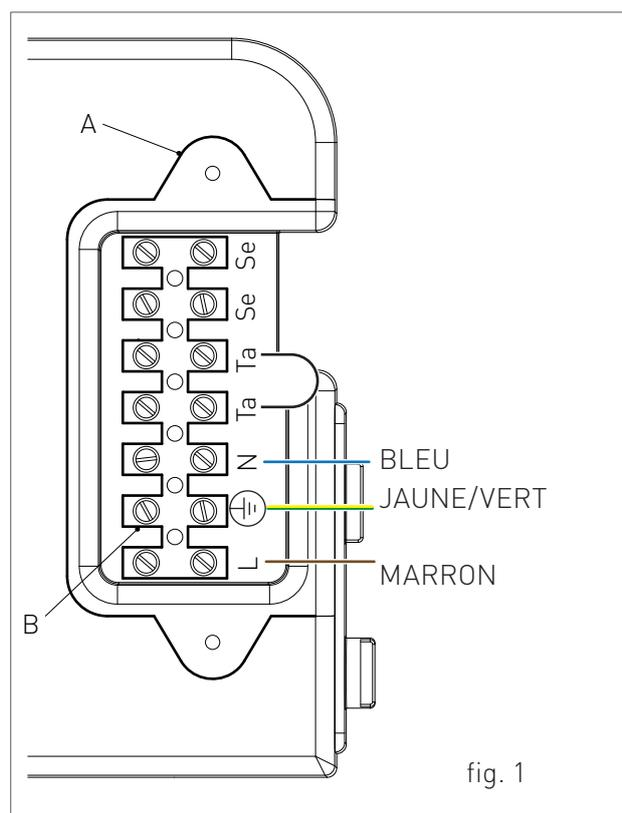

fig. 1
- › dévisser les deux vis et retirer le couvercle "A" (voir fig. 1).
- › une fois le couvercle retiré, effectuer les branchements suivants sur le bornier "B" (voir fig.1):